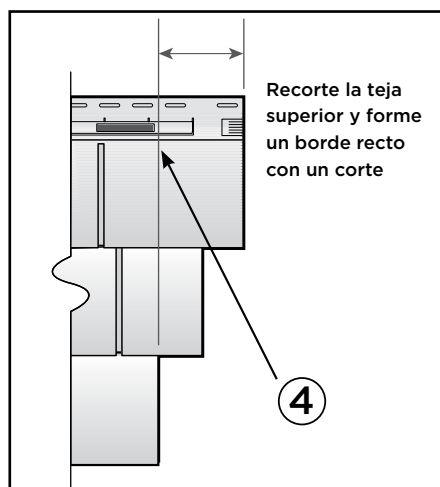

Figura 1
1. Cree un borde recto en el lado derecho del panel cortando las dos tejas superiores de modo que queden a tope con la teja inferior, como se muestra en la Figura 1. Recorte 4" de la hiler superior del panel en la marca 4 de la cinta métrica de la suspensión, debajo de las ranuras de clavado.